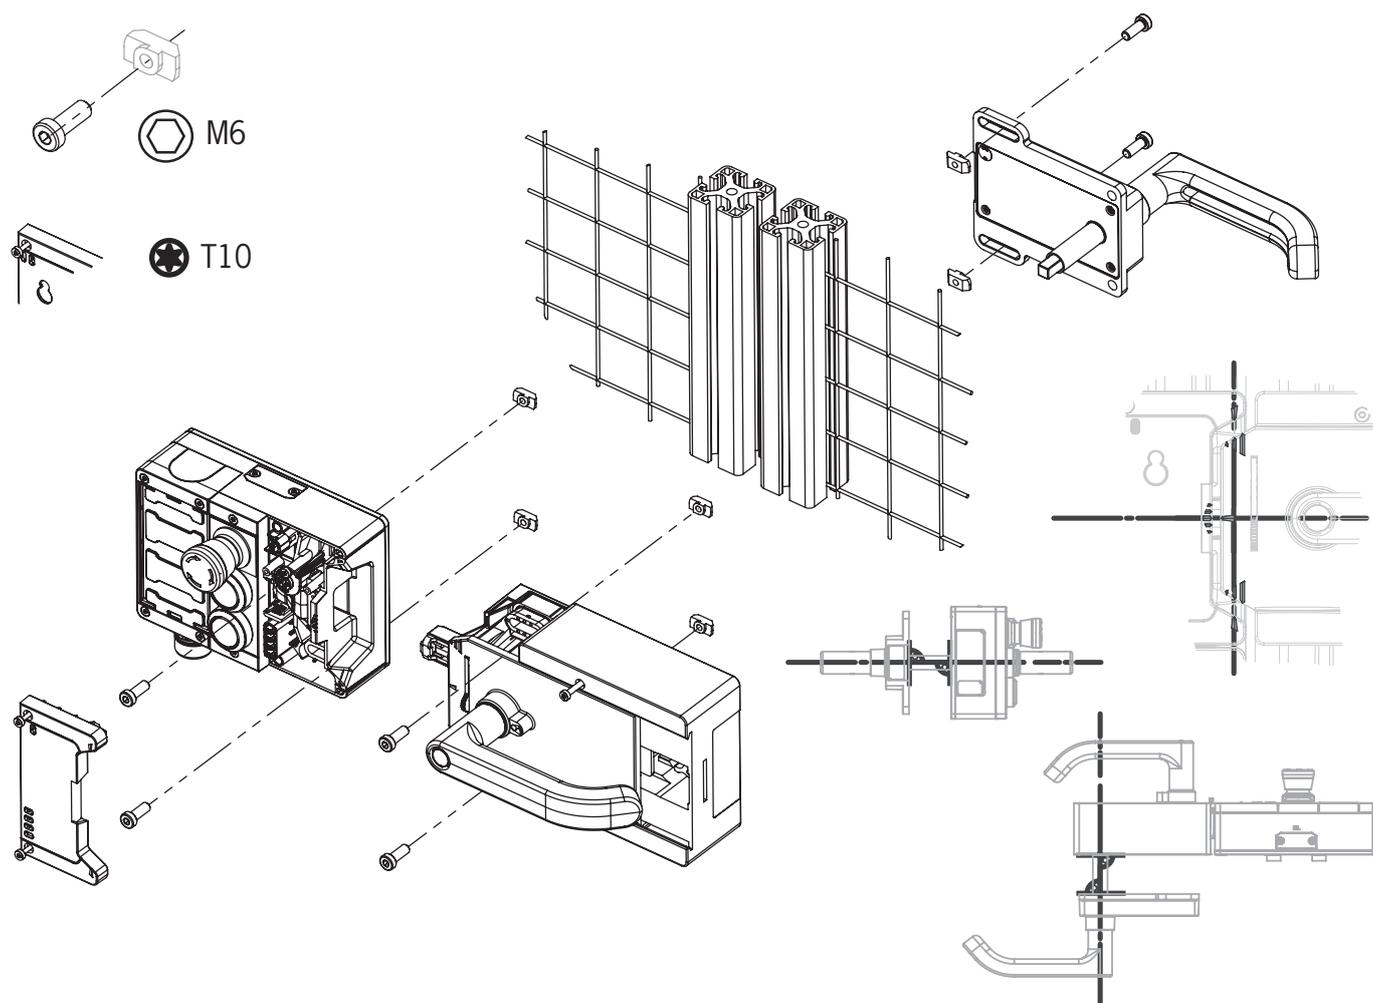
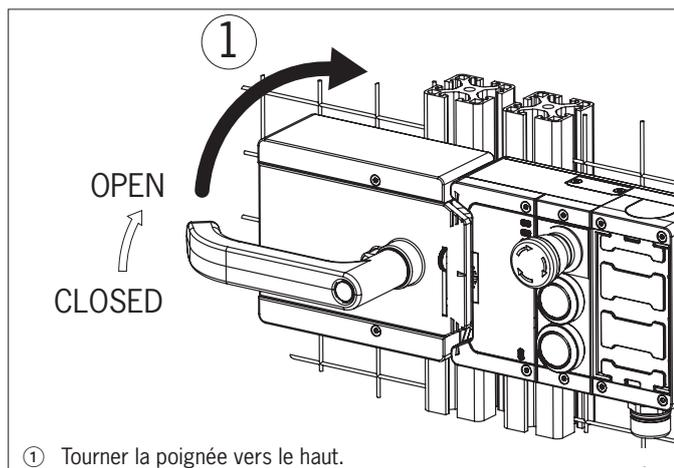
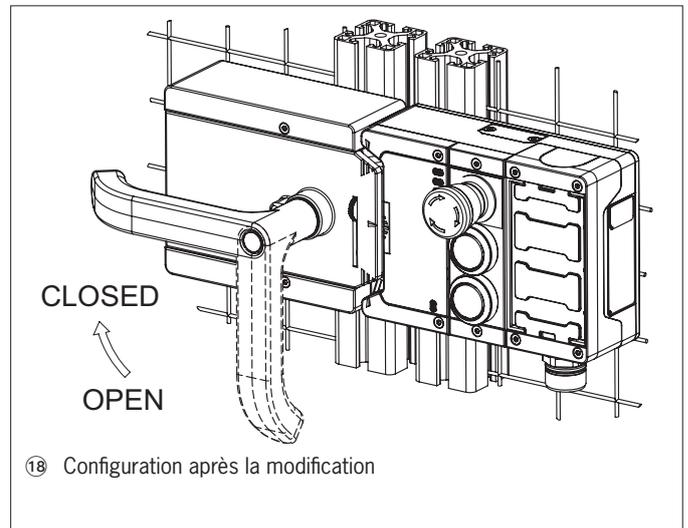

Fig. 9 : Exemple de montage pour une porte sur charnières à droite (vue d'ensemble)
Fig. 12 : Modification du sens d'actionnement, étape ①
Fig. 21 : Modification du sens d'actionnement, configuration définitive
- › Aligner l'axe du dispositif de déverrouillage interne à angle droit par rapport au module de poignée. Voir Fig. 9.
Étapes de montage, voir les Fig. 9 et Fig. 12 à Fig. 21.
- Monter le système dans l'autre sens dans le cas d'une porte sur charnières à gauche. C'est-à-dire que le protecteur peut alors être ouvert en actionnant la poignée vers le haut (voir Fig. 12). Le sens d'actionnement de la poignée doit par conséquent être modifié (voir Fig. 12 à Fig. 21).